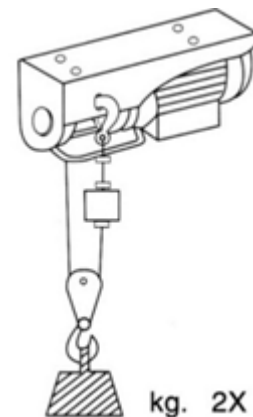

Abb.2
- Lösen Sie die Bolzen, Unterlegscheiben und Muttern der Riemenscheibe (1, Abb.3) und entfernen Sie den Haken (2, Abb.3). Folgend hängen Sie die Riemenscheibe über das Kabel (3, Abb.3). Platzieren Sie jetzt die Bolzen, Unterlegscheiben und Muttern wieder zurück und sichern Sie diese Handfest. Ziehen Sie jetzt Bolzen und Muttern kräftig fest (Abb.3). **WICHTIGER HINWEIS! Sichern Sie den Kabelhaken an dem Körper des Seilzugs in dem dazu bereits integrierten Auge (Abb.2).**